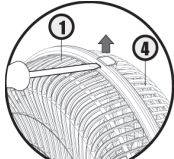

Figura 18
- Para remover a grade frontal, deve-se introduzir a ponta da chave de fenda em cada uma das fendas localizadas na sua borda, pressionando as linguetas para fora e liberando as 5(cinco) travas conforme a figura 18.